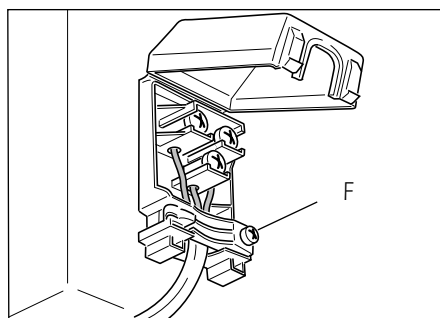

Abbildung 8
- Öffnen Sie die Kabelklemme, indem Sie die Schraube "F" entfernen (Abb. 8). Lösen Sie dann die Anschlussschrauben und entfernen Sie das Kabel.